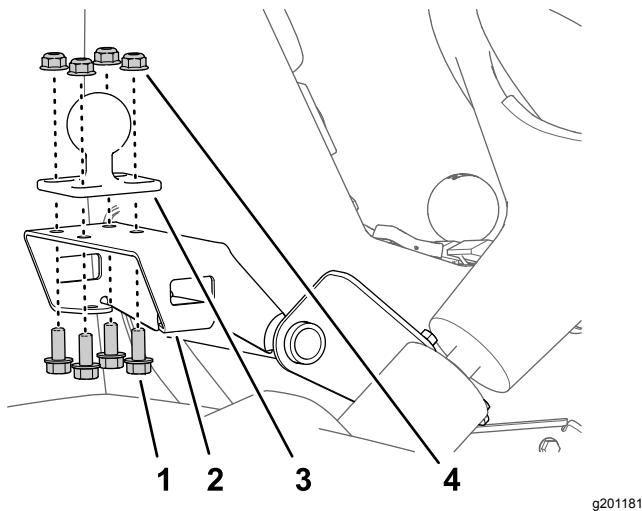

Figura 164
1. Montate il supporto a sfera sulla staffa per il supporto del monitor (**Figura 164**) con i 4 bulloni a testa flangiata (5/16" x 3/4") e 4 dadi di bloccaggio flangiati (5/16").